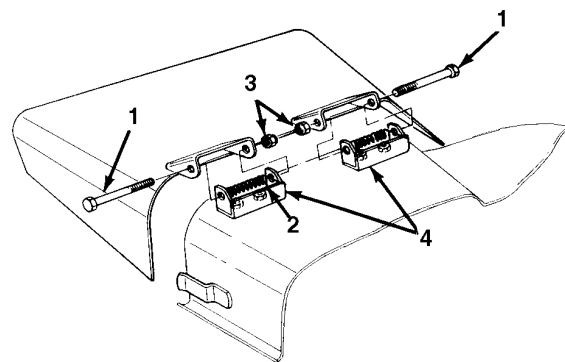

**Figure 17**
- A.** Pour les unités de coupe qui fonctionnent normalement avec une hauteur de coupe de 25 à 50 mm, le bord inférieur doit être relevé. Enlever la clavette qui fixe la roue pivotante à l'extrémité inférieure (Fig. 17) et déposer l'ensemble roue.
- C.** Si l'unité de coupe fonctionne normalement avec une hauteur de coupe de 50 à 100 mm, abaisser le côté supérieur. Enlever la clavette de la roue pivotante à l'extrémité supérieure de l'unité et déposer l'ensemble roue (Fig. 17).